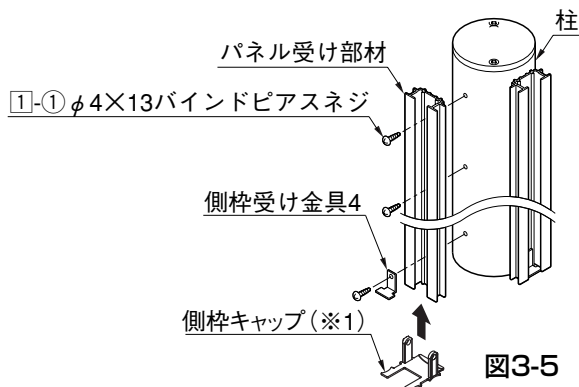

図3-5
3.つづき ※図3-5はコーナー柱の例ですが、段違い柱の場合も同様です。
- ① パネル受け部材の下側に側枠キャップをテープ等で仮止めしたあと、パネル受け部材を図3-5を参照して柱に①-①で取付けてください。